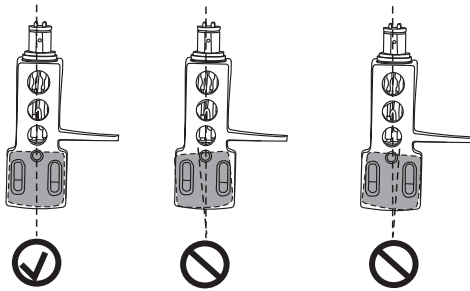

Abb. 3: Einstellen des Azimuts
- 3 Für ein optimales Abtasten sollte der Überhang – der Abstand zwischen Nadel und der Achse des Plattentellers – auf 15 mm eingestellt sein. Vergewissern Sie sich, dass das System mittig sitzt (korrekter Azimut) und die Schrauben angezogen sind (Abb. 3).